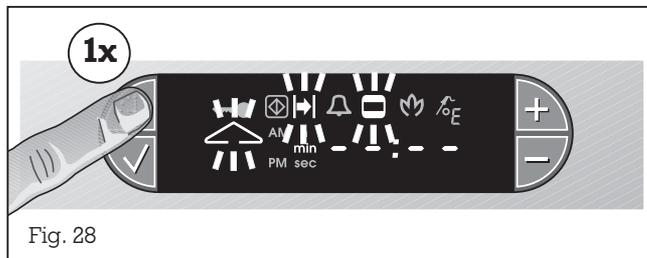

Fig. 28
- Appuyez sur la touche 🕒 (heure) 1 fois (four haut) ou 3 fois (four bas). Les symboles | | (durée), 🕒 (temps de cuisson) et \wedge (four haut) ou \vee (four bas) clignotent sur l'afficheur. Des tirets apparaissent sur l'afficheur (signification : aucune valeur programmée) (fig. 28 et 29).